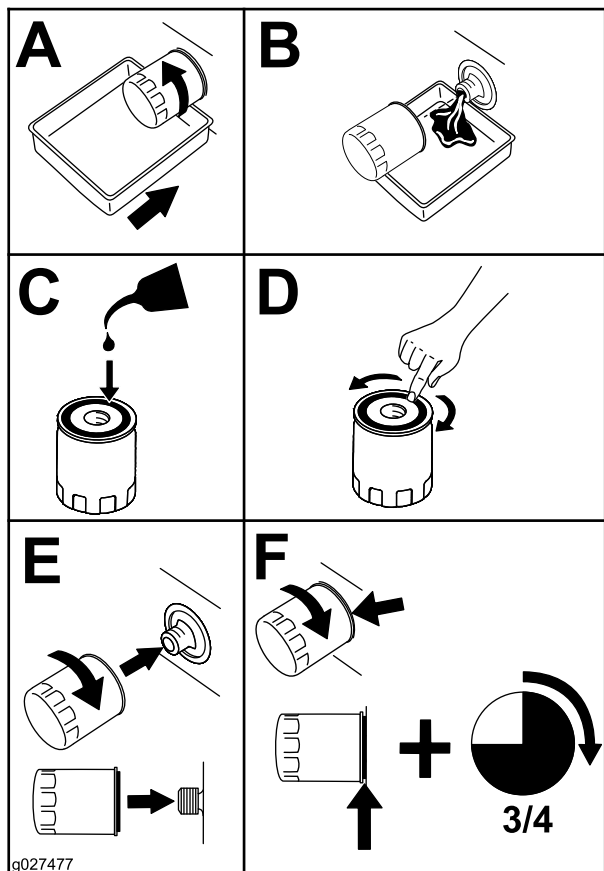

Figure 65
2. Remplacez le filtre à huile moteur (Figure 65).